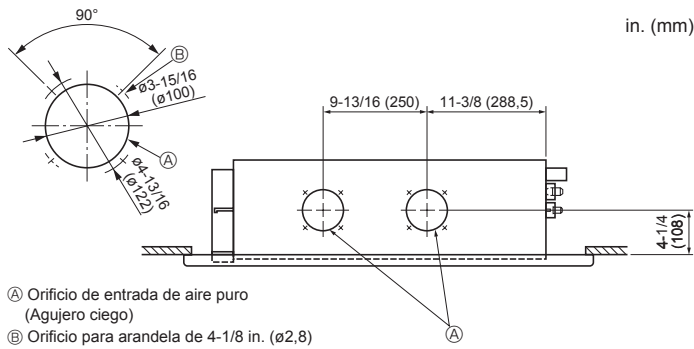

Fig. 2-8
2.5. Orificio de entrada de aire puro (Fig. 2-8)